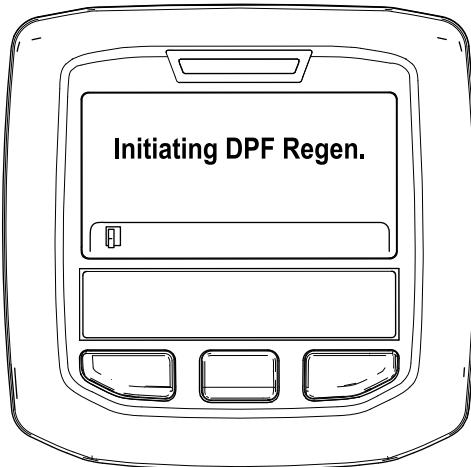

図 31
- A. Initiating DPF Regen DPF 再生開始中というメッセージが表示される図 31。